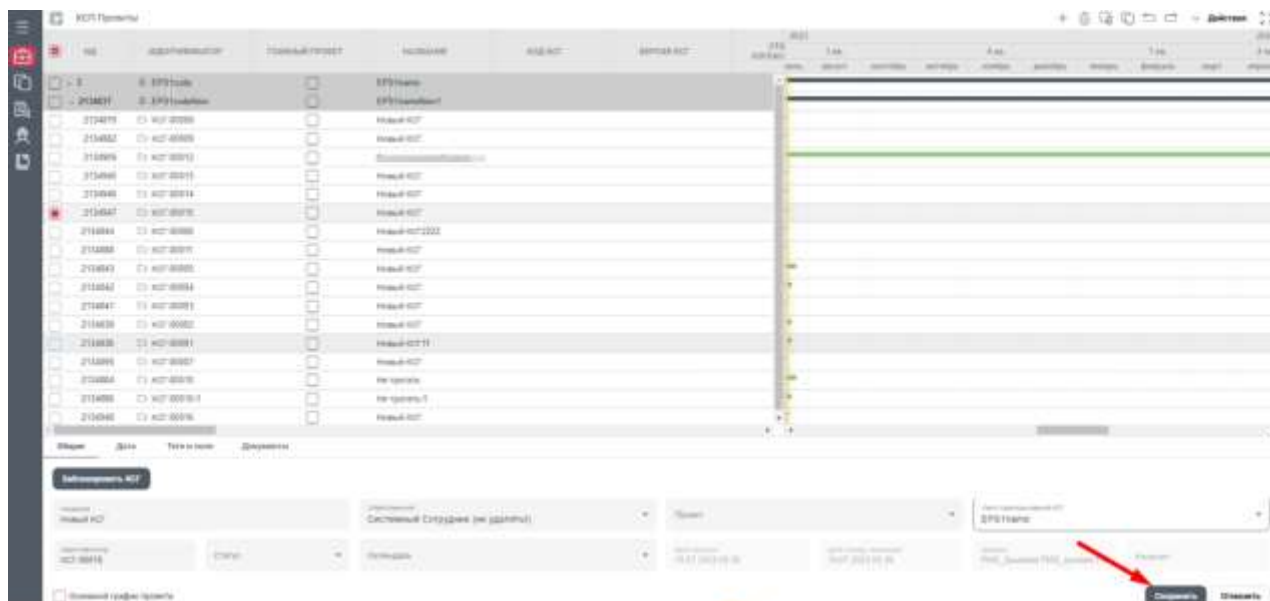

Рисунок 58 – Раздел «Проекты», сохранение внесенных изменений
4. Нажать «Сохранить» в нижнем правом углу экрана (Рисунок 58)